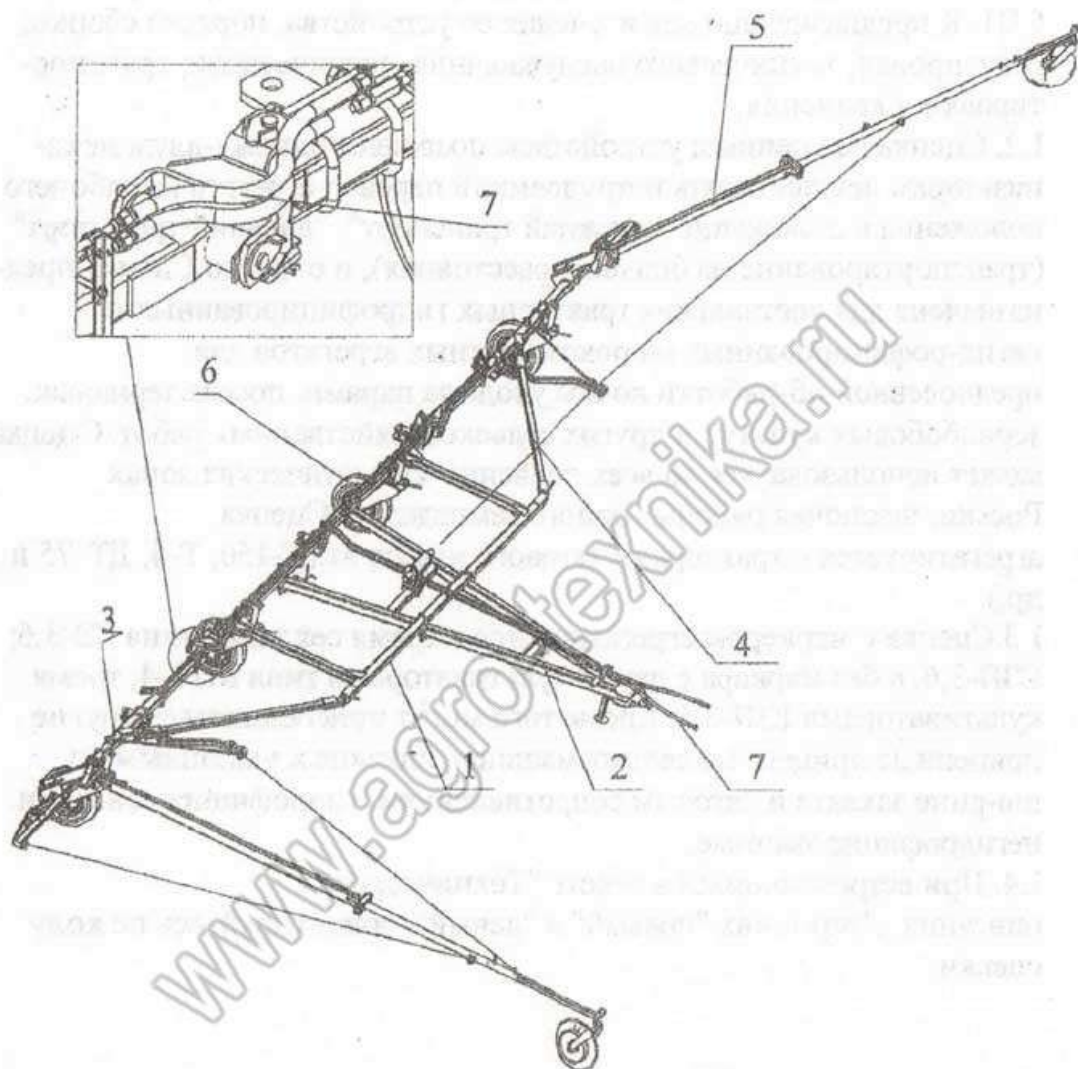
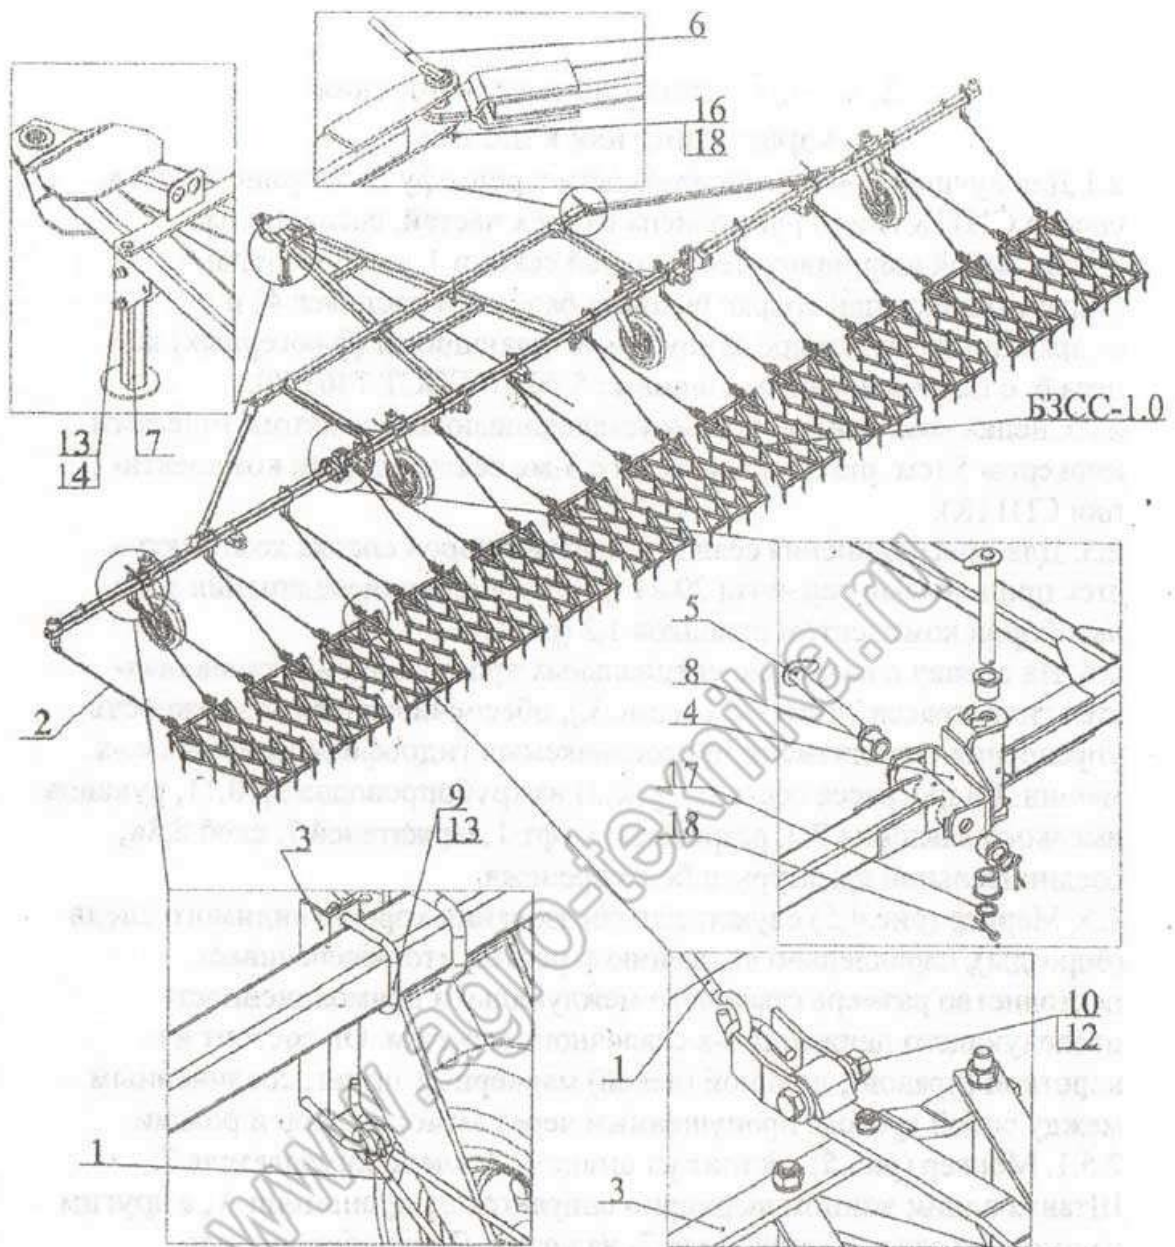
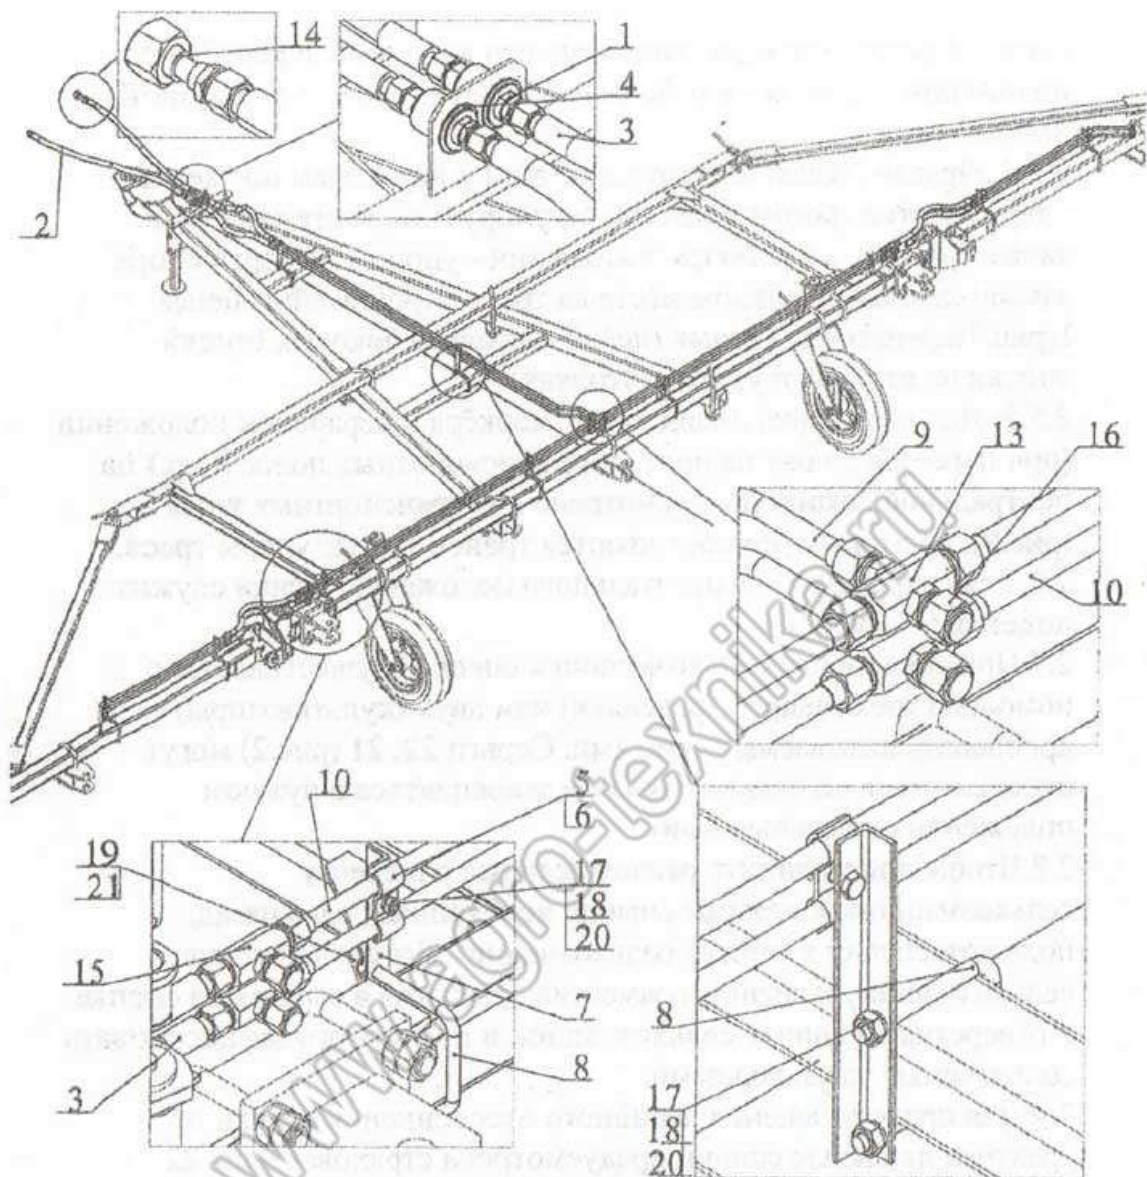
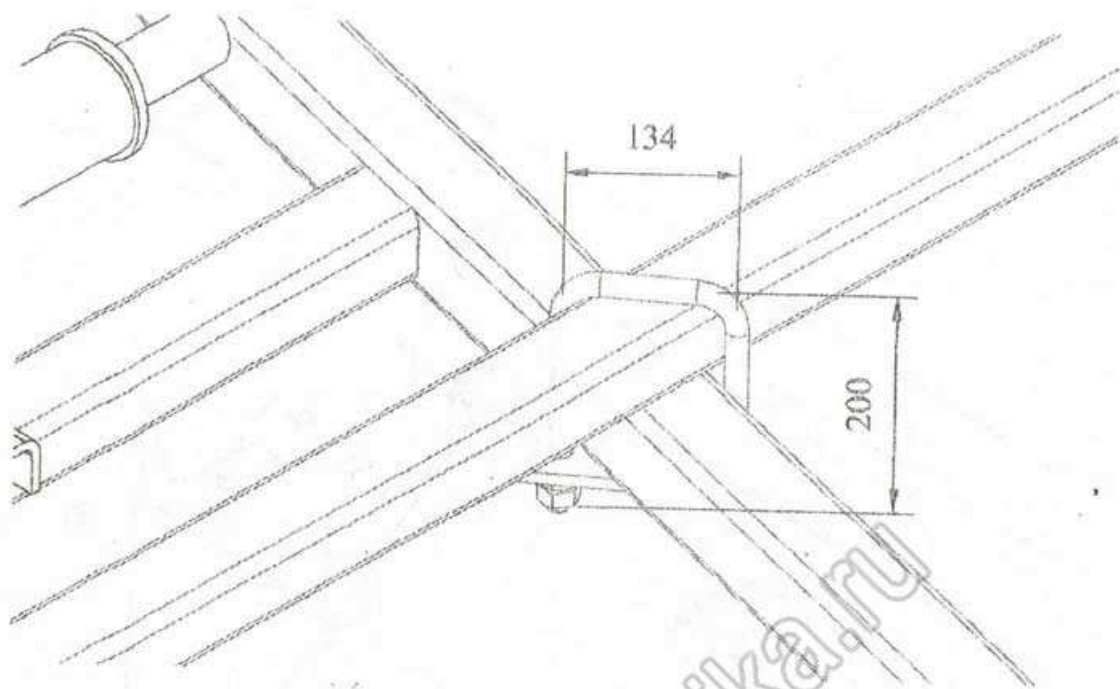

Рис.1 Сцепка в сборе с маркерами.
Рис.2 Сцепка в сборе с боронами БЗСС-1.0
Рис.3 Гидросистема сцепки СП11К
Рис.12 Крепление дышла к центральной секции.
- 2.1. Для лучшей приспособляемости к рельефу по ширине захвата, сцепка СП11К (Рис.1) выполнена из трех частей, соединенных между собой шарнирно: центральной секции 1. и двух боковых (образующихся при сборке боковых балок 3 и растяжек 4) и опирающихся на четыре самоустанавливающихся (флюгерных) колеса 6. с пневматическими шинами 5.00-10 ГОСТ 7463-80.
- 2.2. Сцепка комплектуется самоустанавливающимся автоматическим маркером 5 (см. рис.1) для работы с 3-мя сеялками (при комплектации СП11К).
- 2.3. Для присоединения сеялок и культиваторов сцепка комплектуется прицепными серьгами 20,21 (рис.2), а для присоединения зубовых борон комплектом поводков 1,2 (рис.2) .
- 2.4. На сцепку с помощью специальных кронштейнов устанавливается гидротрасса 7 (см.рис.1 и рис.3.), обеспечивающая возможность управления механизмами присоединяемых гидрофицированных с.-х. машин. Гидротрасса состоит: (рис.3) из трубопроводов 9,10,11, рукавов высокого давления 2,3, разрывных муфт 1, держателей 7, скоб 8,8а, соединительной арматуры и болтокренежа.
2.6 Для сохранения горизонтального положения сцепки служит подставка 7 (рис.2).
2.7 При соединении сельхозмашин к сцепке осуществляется с помощью трёх (например, сеялки) или двух (культиваторы) креплений, называемых серьгами. Серьги 22, 21 (рис.2) могут передвигаться по балкам сцепки и закрепляться в нужном положении с помощью скоб.
2.9 Для предотвращения аварийного отсоединения сцепки от трактора на дышло сцепки предусмотрена страховая цепь 22 (рис.2). Страховая цепь служит для соединения сцепки с трактором помимо сцепного устройства. Соединение страховой цепи с трактором производится в следующей последовательности: надеть страховую цепь в обхват фаркопа трактора и свободный конец цепи со скобкой и планкой пропустить в скобу на дышло сцепки.
- Найти продольную ось секции и симметрично относительно нее завести под центральную секцию 1(рис.1) дышло 2. Закрепить дышло с помощью 2-х коротких и 2-х длинных скоб 3 (рис.12,13) и 4-х планок 4, поставив по 2-е гайки 5 на каждый резьбовой конец. При этом дышло свободными концами должно выступать за задний брус секции не менее 50 мм.
- Собранные центральную секцию и дышло установить на штатную опору 7(рис.2) и две устойчивые подставки высотой 800 мм под специально обозначенные места на секции буквами "ДК".
- Установить балки(правую и левую), соединив их с центральной секцией при помощи соответствующих двухосных шарниров 4, осей 5, втулок 8 (рис.2), а также установить растяжки 4.(рис.1), соединив балки (левую и правую) с центральной секцией пальцами 6 как показано на рисунке 2.
- Установить колёса 6 (рис.1) на боковые балки согласно рисунка 11.